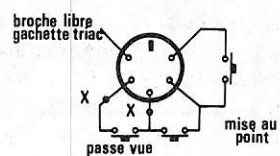

Figure 8 : Prise télécommande du Rollei P35 vue arrière.
2) La commande de changement de vue, la télécommande de mise au point et la commande triac sont transmises par un câble à 5 conducteurs. La prise télécommande comporte une cosse libre (**figure 8**) que l'on utilise pour la gâchette du triac. En effet, le triac est installé dans le projecteur. Il faut choisir un modèle en plastique, boîtier isolé, qui sera vissé sur le
On relie l'embase DIN du pupitre qui doit recevoir le boîtier de télécommande à la prise du projecteur par un câble à 5 conducteurs (par exemple 4 conducteurs + 1 blindage). Les 2 contacts du relais de changement de vues sont reliés aux points X1 et X2 (**figure 8**).